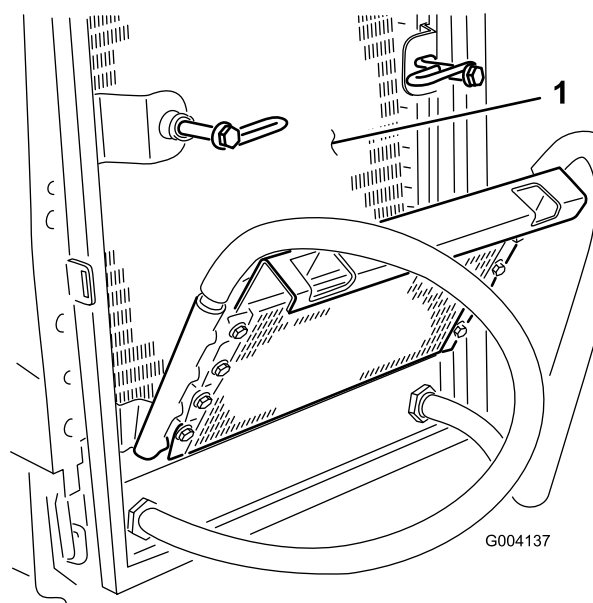

Figura 95
8. Limpie a fondo ambos lados del enfriador de aceite y del radiador (Figura 95) con aire comprimido.